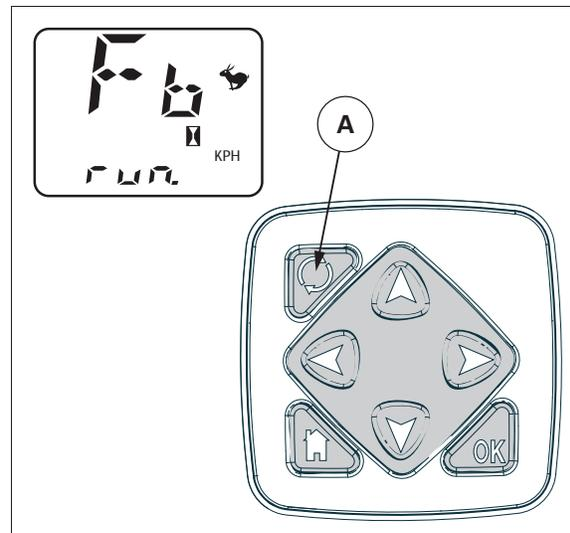

Fig. 13.
6. "run" debe aparecer en la pantalla fig. 13.
7. Pulse el selector de visualización (A) cuando se cruce la línea final del recorrido.
8. Pulse el selector de visualización (A); aparece la velocidad hacia delante constante (teórica) medida durante la calibración.
9. Pulse de nuevo el selector de visualización (A); aparece la velocidad hacia delante constante efectiva (radar) medida durante la calibración de los tractores equipados con un radar.
10. Pulse el selector de visualización (A) una última vez; el panel de instrumentos vuelve al modo de funcionamiento normal.